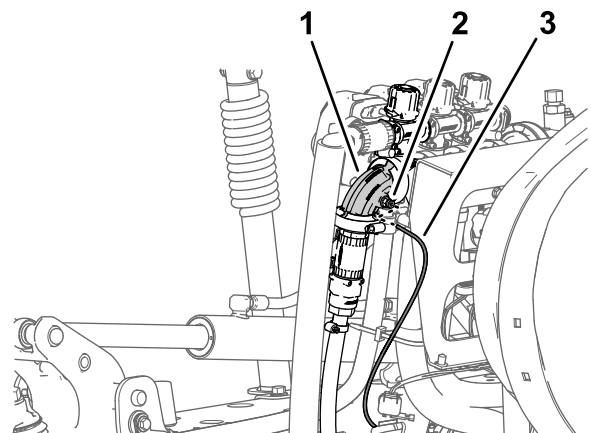

Figura 30
1. Premete il collare dell'accoppiatore del tubo nel gomito a 90° della valvola di sezione di irrorazione (Figura 30).
2. Tirate il tubo di rilevamento della pressione per il manometro del cruscotto estraendolo dall'accoppiatore del tubo (Figura 30).